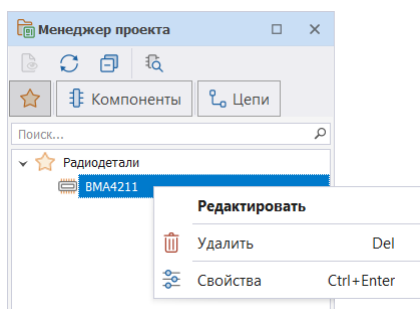

Рис. 50 Доступные действия для компонента
- Выбранный компонент будет добавлен во вкладку «Избранное» панели «Менеджер проекта». Из контекстного меню для компонента будут доступны следующие действия, Рис. 50.